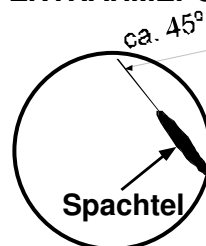

Abb. 2
8. Wenn der Mischvorgang beendet ist (einige Sekunden), entnehmen Sie die Alginatmischung, die sich an der Schüsselwand abgesetzt hat indem Sie die Spachtelkante von unten nach oben in der Schüssel bewegen (Abb. 2).